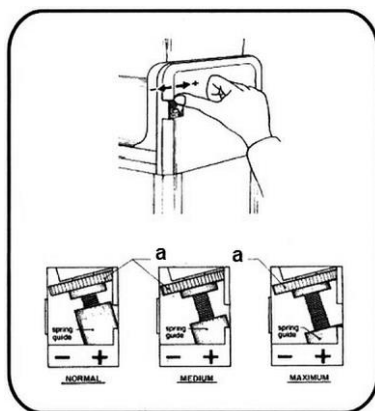

Fig. 3
1. Para la leche u otros productos que requieran un tiempo de congelación más largo, cambie el ajuste a **"medium"** o **"maximum"** utilizando la perilla de ajuste (a) girándola en la dirección "+", tal como se muestra en la Fig. 3.